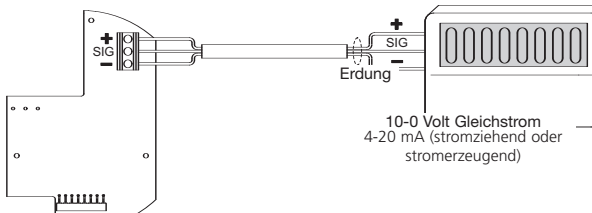

Abbildung 15: **Xgard** Typ 6, elektrische Anschlüsse
2. Sicherstellen, dass alle elektrischen Anschlüsse korrekt gemäß Abbildung 15 vorgenommen wurden.